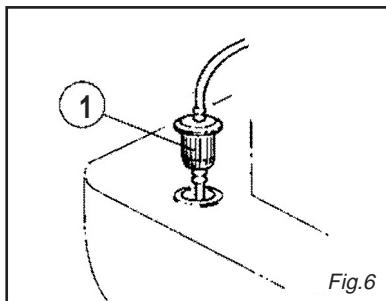

Fig.6
Contrôler périodiquement le filtre de gaz-oil (fig. 6, pos. 1); en cas d'usure, de dommages ou de saleté trop importante, le remplacer.